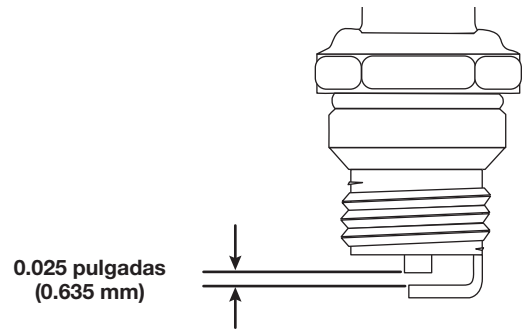

Fig. 24
4. Use un calibre de separación para ajustar una separación de aire de **0.025 pulgadas (0.635 mm)** (Fig. 24).